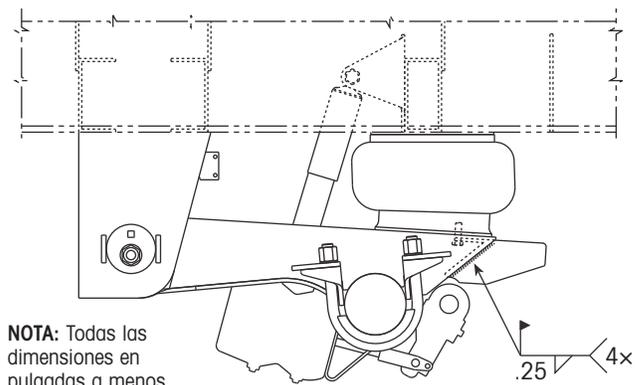

Figura 89. Puntee las extensiones de la viga trasera en su lugar
7. Puntee las extensiones de la viga (figura 89). Después de puntear, remueva las abrazaderas.